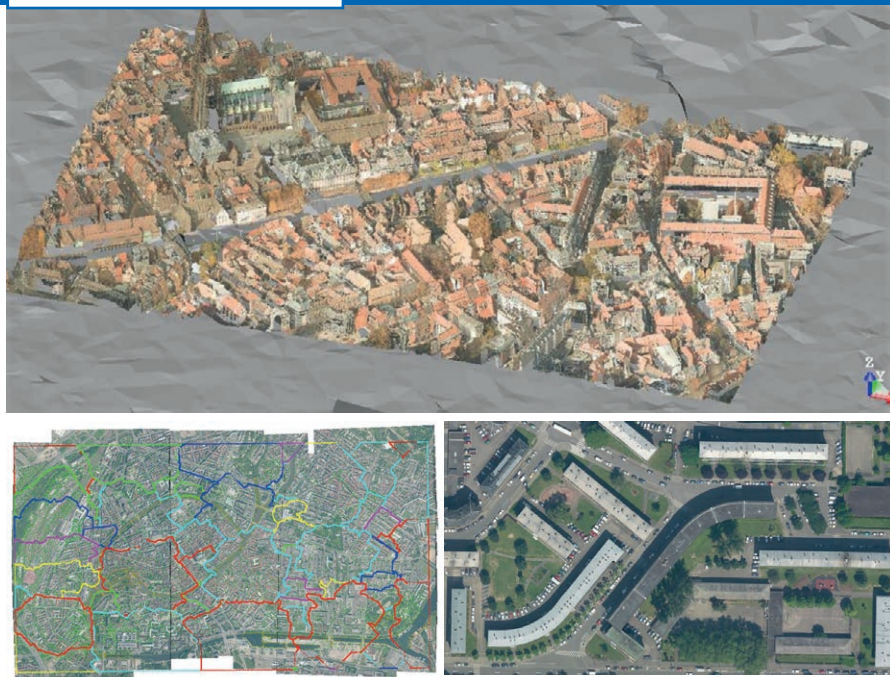

Figure 3. Illustrations de travaux d'étudiants en projet d'imagerie – 2 semaines intenses sur postes
• **Projet d'imagerie (42 h)** : couvrant 2 semaines bloquées, ce module a pour objectif de faire manipuler et de savoir qualifier diverses sources de données images susceptibles d'être utilisées pour la représentation, l'analyse et la gestion du milieu urbain. La combinaison de données acquises par avion ou par satellites, du domaine du visible à l'infrarouge, à partir de capteurs passifs et actifs est basée sur une approche multi-échelles permettant aux étudiants de se familiariser avec différents outils de traitement d'images et de recouper les notions apprises dans divers enseignements (figure 3).
• **Scanners laser et nouvelles technologies (15 h)** : l'objectif de ce cours et des Travaux pratiques (TP) associés est de maîtriser les bases de la numérisation 3D au scanner laser et du traitement de nuage de points. Quelques heures de cet enseignement sont réservées à une nouvelle technique ou un enseignement non abordé par ailleurs, variant tous les ans (exemple : bathymétrie, cartographie mobile).